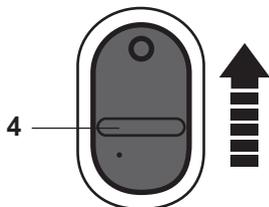

Fig. 23
- > Faites glisser l'interrupteur marche/arrêt (4) vers l'avant (du point de vue de l'opérateur) pour mettre en marche le produit (Fig. 23).